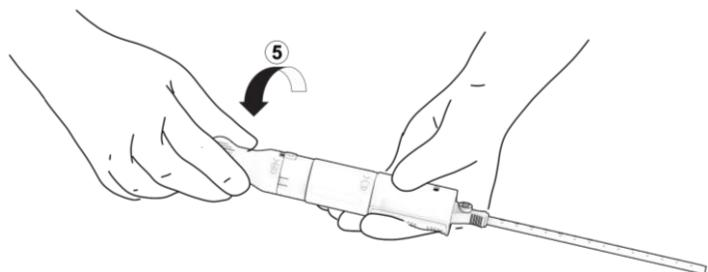

Figura 16. Libertação do implante.
- a. Coloque a mão livre no came de libertação, marcado com "5", e rode parcialmente esta secção de preensão 90° na direção indicada pelas primeiras marcações de alinhamento. Figura 16. O implante está agora na configuração de totalmente colocado, mas ainda fixo na pega do dispositivo.